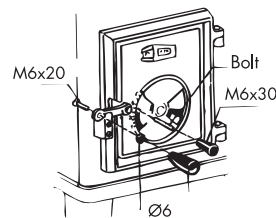

Fig. 5. Betjeningshåndtak
8. Dørknotten skrues på dørlukkeren, låseskiven skal plasseres mellom knott og dørlukker. Knott for trekkventil festes med pinneskruer (se fig.5).